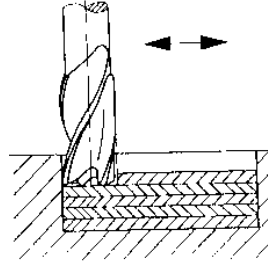

Abb. 9: Schrittfräsen
- Schrittfräsen mit Schaftfräser (seitlich stufenförmige Oberfläche) (Abb. 9)